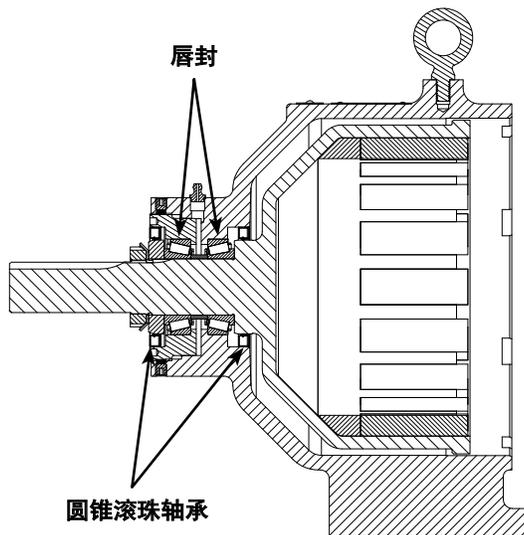

图 9
- 将内唇封压入支架，外唇封压入轴承端盖，适当润滑唇封。关于唇封与轴承的方位，参见图9。